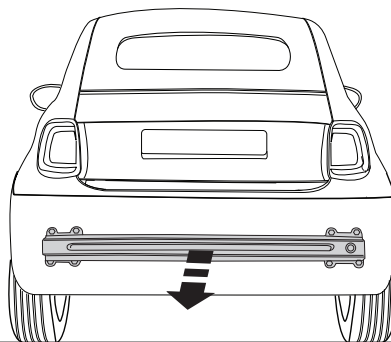

Fig.1
1. Снять бампер вместе со буферным брусом автомобиля. См. рисунок 1.